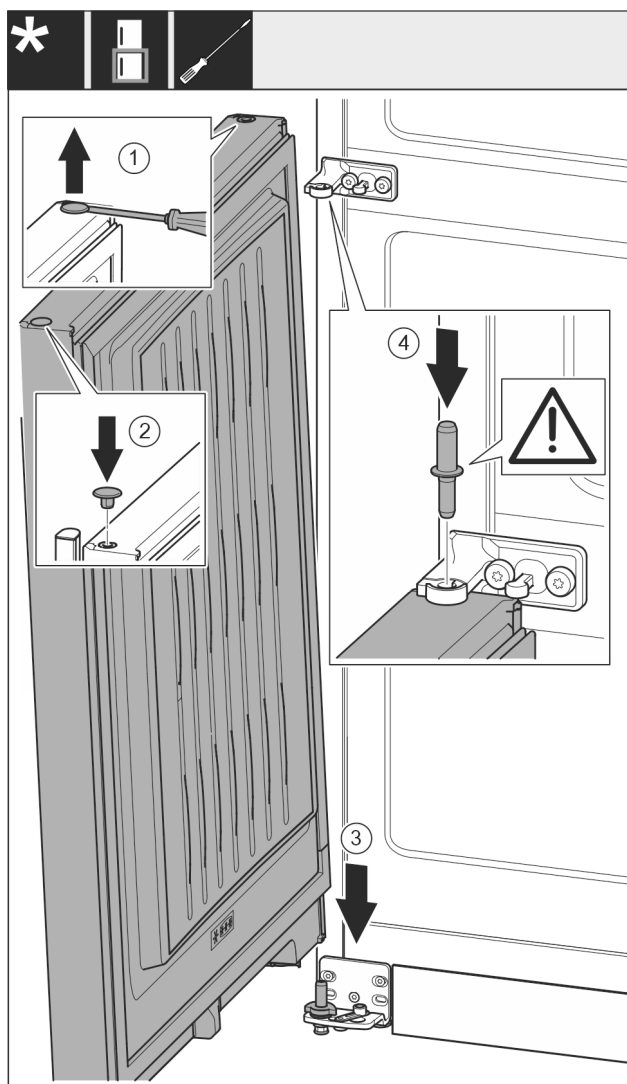

Fig. 56
- 将堵头 Fig. 56 (1) 用带槽螺丝刀小心地提起并将其拉出。
- 将堵头 Fig. 56 (2) 重新放入门的另一侧。
- 将冰箱门 Fig. 56 (3) 从上方将放在下面的轴承螺栓上。
- 将中间轴承螺栓 Fig. 56 (4) 通过中间托架放置在冰箱下方门内。同时注意止动凸轮需指向后方。